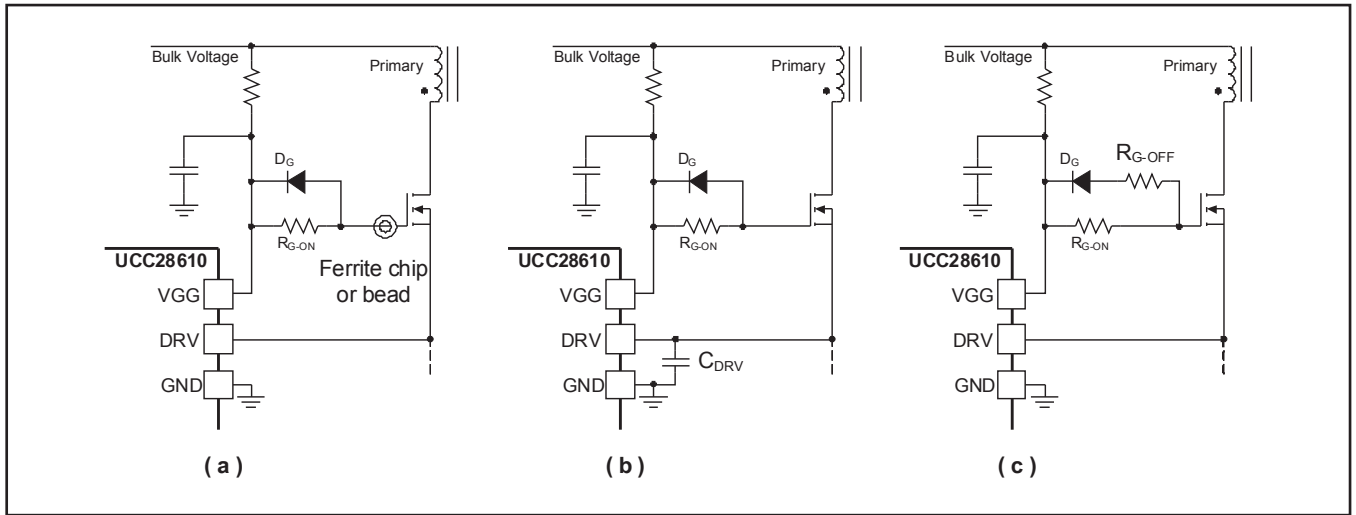

図 35. 高周波リングの解決方法、(a) フェライト・チップ、(b) CDRV、(c) RG-OFF
3. ゲート・ターンオフ抵抗を使用。この3つの方法は、図35に示すように、別々にまたは組み合わせて使用できます。